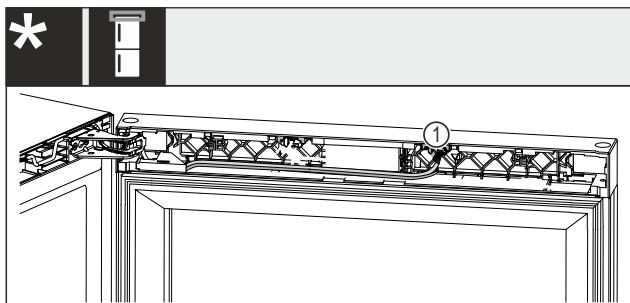

Fig. 23 Kombinovaná chladnička na víno s mrazničkou*
- Vytáhněte zástrčku Fig. 23 (1) z uložení.*